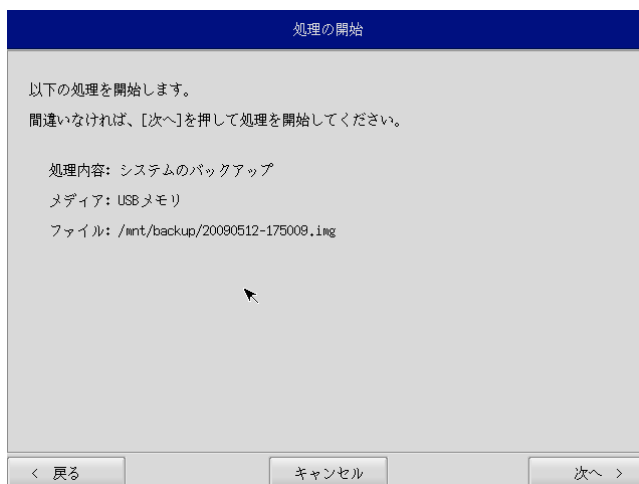

図 6-3-4. 確認画面
- ⑨ 確認画面（図 6-3-4）が表示されます。メディア、パーティション、保存ファイルを確認します。[次へ] ボタンを押します。